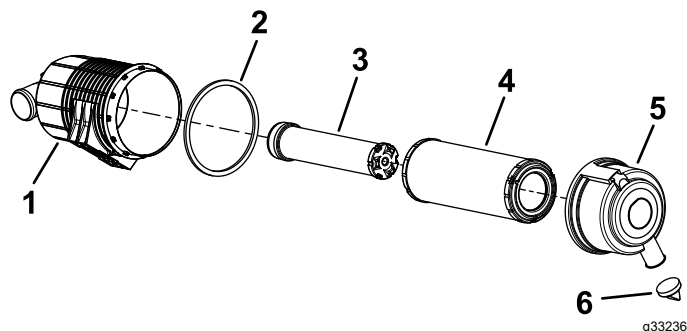

Figure 40
5. Faites l'entretien du filtre à air et de l'élément de sécurité quand le système le demande (Figure 40).